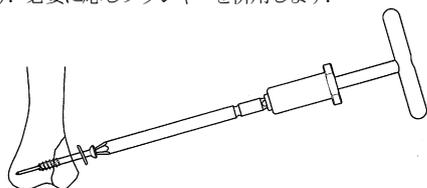

図10
- 5) ガイドピン計測値より数mm差し引いた長さのスクリューを選択し、六角2.5中空パワービンドライバーの他端にTハンドルを装着し、挿入します(図10)。必要に応じワッシャーを併用します。